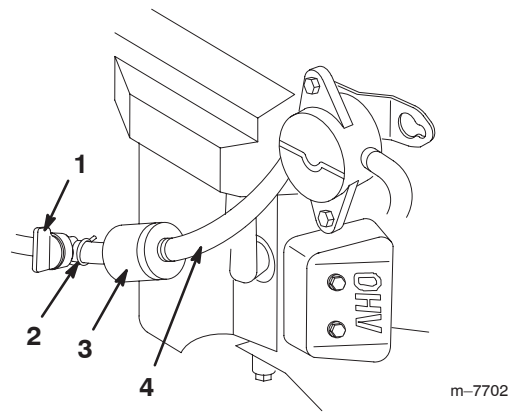

Figure 36
5. Fermez le robinet d'essence (Fig. 36).
6. Pincez les extrémités des colliers et faites glisser ceux-ci pour les éloigner du filtre (Fig. 36).
8. Posez un filtre neuf et rapprochez les colliers de fixation du filtre (Fig. 36).
3. Fermez le robinet d'essence (Fig. 36).
4. Desserrez le collier de serrage au niveau du filtre à carburant et repoussez-le le long de la conduite d'alimentation pour l'éloigner du filtre (Fig. 36).
5. Débranchez les conduites d'alimentation du filtre à carburant (Fig. 36).
6. Ouvrez le robinet d'arrivée de carburant (Fig. 36).
**Remarque :** Laissez l'essence s'écouler dans un bidon ou un bac de vidange (Fig. 36).
7. Raccordez la conduite d'alimentation au filtre. Rapprochez le collier de serrage du filtre pour fixer la conduite d'alimentation (Fig. 36).